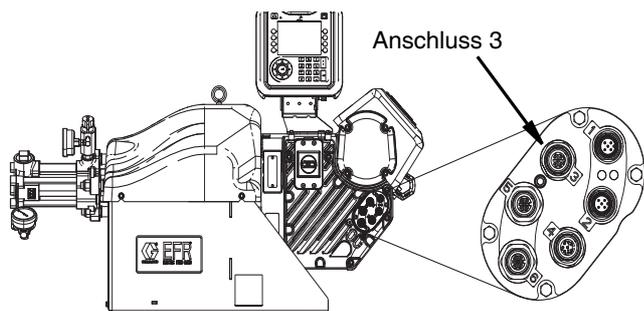

ABB. 7
- Stecker von Anschluss 3 am EFR-Antrieb abziehen. Siehe ABB. 7 Seite 15.